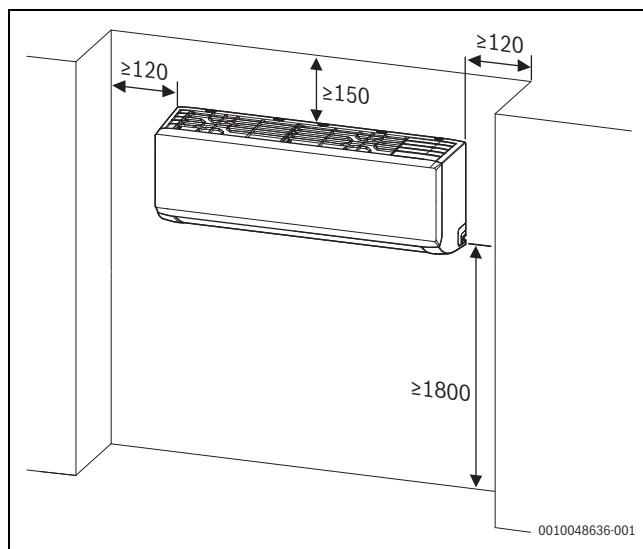
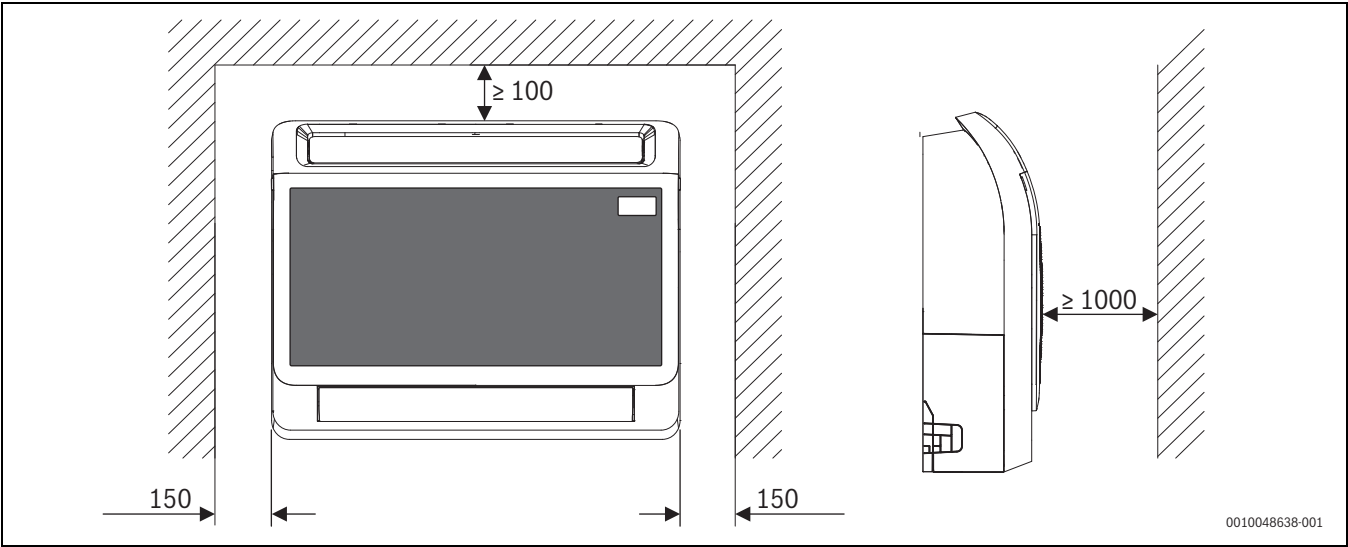
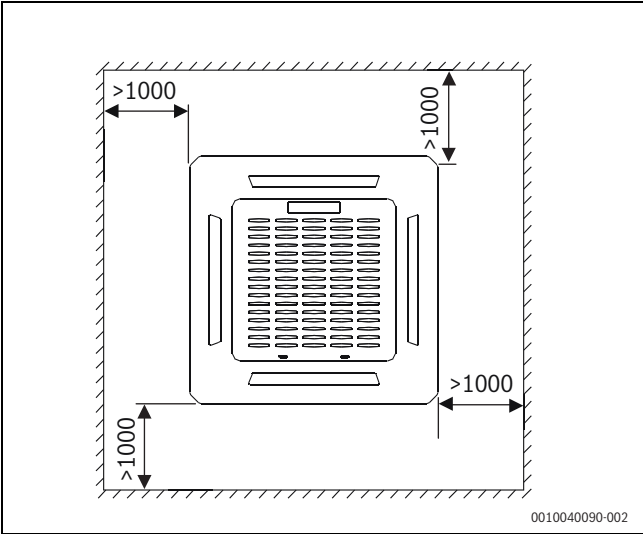
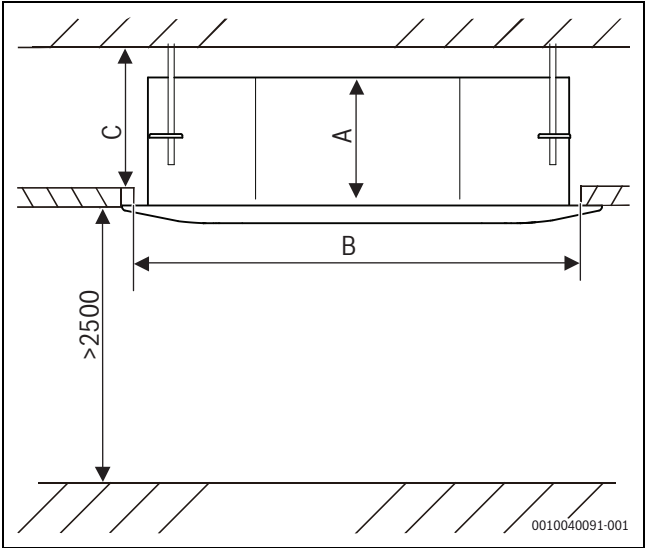

Bild 3 Mindestabstände Inneneinheit (Wandinstallation)
Bild 5 Mindestabstände Inneneinheit (Konsole) (Maße in mm)
Bild 7 Mindestabstände Inneneinheit (Deckenkassette) (Maße in mm)
Bild 8 Mindestabstände montierte Inneneinheit zur Innendecke (Deckeninstallation) (Maße in mm)
- Die Mindestabstände zu Wänden und anderen Hindernissen müssen berücksichtigt werden (→ Bild 3, Bild 5, Bild 7 und Bild 8).